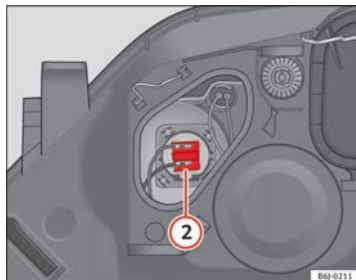

Fig. 145 Feux de route
- Retirez le connecteur ⇒ fig. 145 ② en tirant vers l'extérieur.